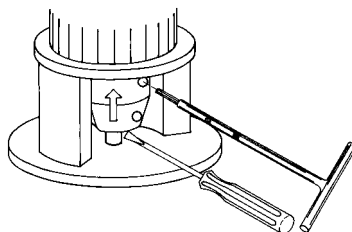

Fig. 17 Serrage des vis
6. Serrer les vis deux par deux (un côté à la fois) au couple de serrage indiqué ci-dessous. Voir la figure 17.